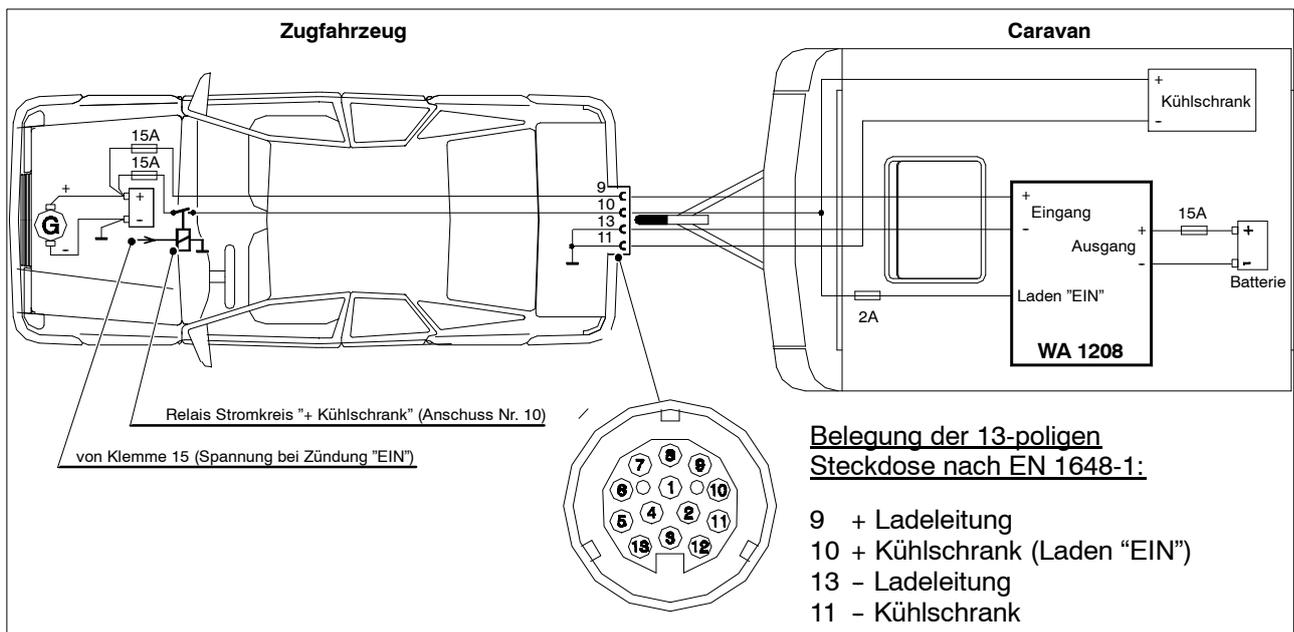

Bild 2      Blockschaltbild Anschluss WA 1208
Um eine Beschädigung im Fehlerfall zu vermeiden sind die Sicherungen im Caravan gemäß Abb. 2 in Abhängigkeit vom Kabelquerschnitt (EN 1648-1 bzw -2) einzufügen.
2. Elektrische Verbindungen gemäß Abb. 2 herstellen. Es ist zu beachten: